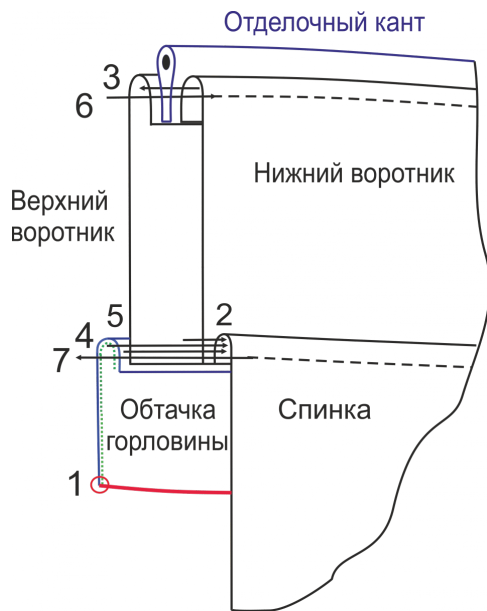

Рис. 3
3. Втачайте нижний воротник в горловину спинки (Рис. 3, строчка 2).
5. Обметайте нижний и боковые срезы обтачки горловины спинки (Рис. 3, строчка 1).
3. Обтачайте край борта и срезы нижнего воротника подбортами, с одновременным втачиванием канта (Рис. 3, строчка 3), складывая детали лицо с лицом.
6. Втачайте верхний воротник в горловину спинки (Рис. 3, строчка 4).
7. Притачайте обтачку к спинке по срезу горловины (по шву втачивания верхнего воротника) (Рис. 3, строчка 5).
21. Настрочите припуски шва втачивания нижнего воротника в горловину между плечевыми швами (Рис.3, строчка 7).